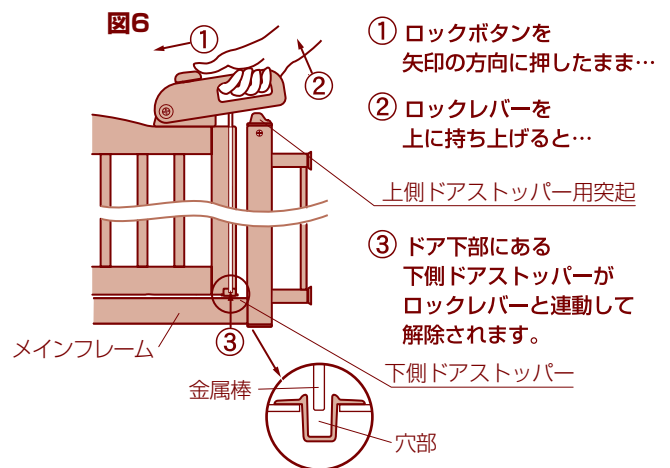

図6
- 2 ドアロックを解除して、ドアの開閉に支障がないか確認して下さい。(図6参照)